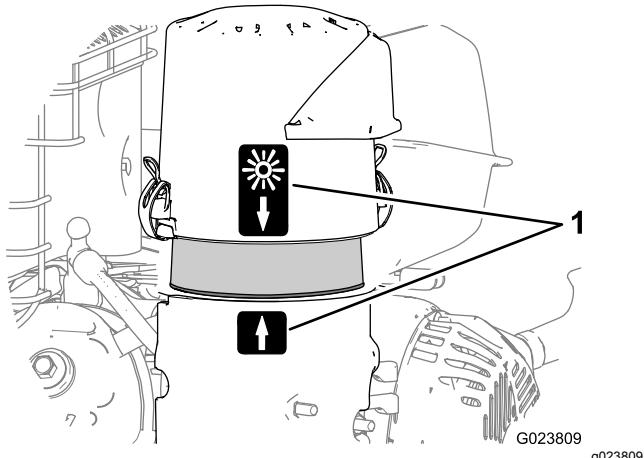

Figure 34
- Alignez la flèche sur le couvercle du filtre à air et la flèche sur la base (Figure 34).